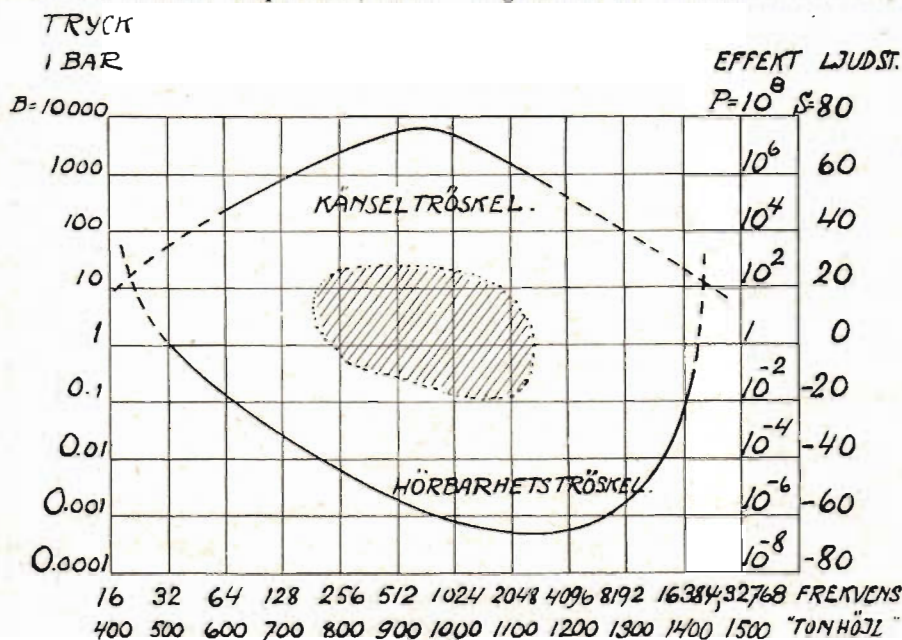
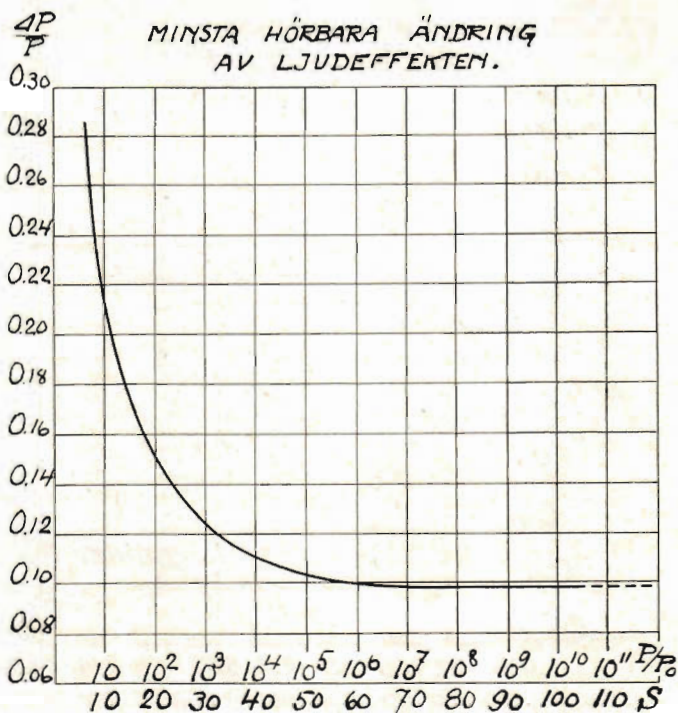

Fig. 1.
Fig. 2.
I fig. 1 anger den undre kurvan de svagaste toner av olika periodtal, som ett normalt öra förmår uppfatta. Denna kurva kallas *hörbarhetströskeln*. Absskissorna angiva frekvenserna i hertz, ordinaterna (B) tryckvariationernas effektivvärden i bar. Skälorna äro »logaritmiska». Örat är känsligast för toner med omkring 3 000 hertz frekvens. Inom det för talet viktiga fre-
² Man har också föreslagit en speciell tonhöjdsskala = $100 \log_2 v$, där v är frekvensen (se fig. 1).
De yttre delarna av tröskelkurvorna äro ej kända med samma noggrannhet som de mellersta delarna och äro därför prickade i fig. 1. Emellertid är det uppenbart att de skära varandra i två punkter. Dessa angiva helt enkelt den lägsta resp. den högsta hörbara frekvensen. I området till vänster om den vänstra punkten ligger känseltröskeln under hörbarhetströskeln, d. v. s. för att bli hörbar måste tonen vara så stark, att den orsakar smärta. Samma gäller om området till höger om den högra skärningspunkten. Ur diagram-
V. O. Knudsen har undersökt vilken minsta ändring av ljudeffekten örat förmår uppfatta. Effekten är proportionell mot amplitudens kvadrat och relativtalen (P) äro inskrivna till höger i fig. 1. Man lyssnar alltså omväxlande på två toner med samma frekvens och med effekterna P_1 resp. P_2 samt ökar P_2 till dess tonerna nått och jämt uppfattas såsom olika starka. I fig. 2, som framställer Knudsens resultat, är
samt P_0 hörbarhetsströskeln vid ifrågasvarande frekvens. Förhållandet $\Delta P/P$ kallas fechnerfaktorn efter den tyske fysikern och filosofen G. Th. Fechner (död 1887). Då ljudeffekten är större än 105 gånger tröskelvärde, är fechnerfaktorn konstant och lika med 0,1. Räknar man om till amplitud, ser man, att minsta hörbara amplitudändringen är konstant 5 % av amplituden, då denna är större än 300 gånger tröskelamplituden. Av fig. 1 framgår att talområdet ligger helt och hållet över 100 gånger tröskelamplituden, och minsta hörbara amplitudändringen är därvid 5,5 %. Inom det praktiska amplitudområdet är alltså den minsta hörbara amplitudändringen praktiskt taget konstant lika med 5 % av amplituden. Kurvan i fig. 2 gäller för praktiskt taget alla frekvenser. Förutsättningen för densamma är, att tonerna P_1 och P_2 utan tidskillnad jämföras. Göres ett uppehåll på endast 2 sekunder mellan dem, stiger den ovan nämnda minsta procentuella ändringen från 5 % till 10 %.